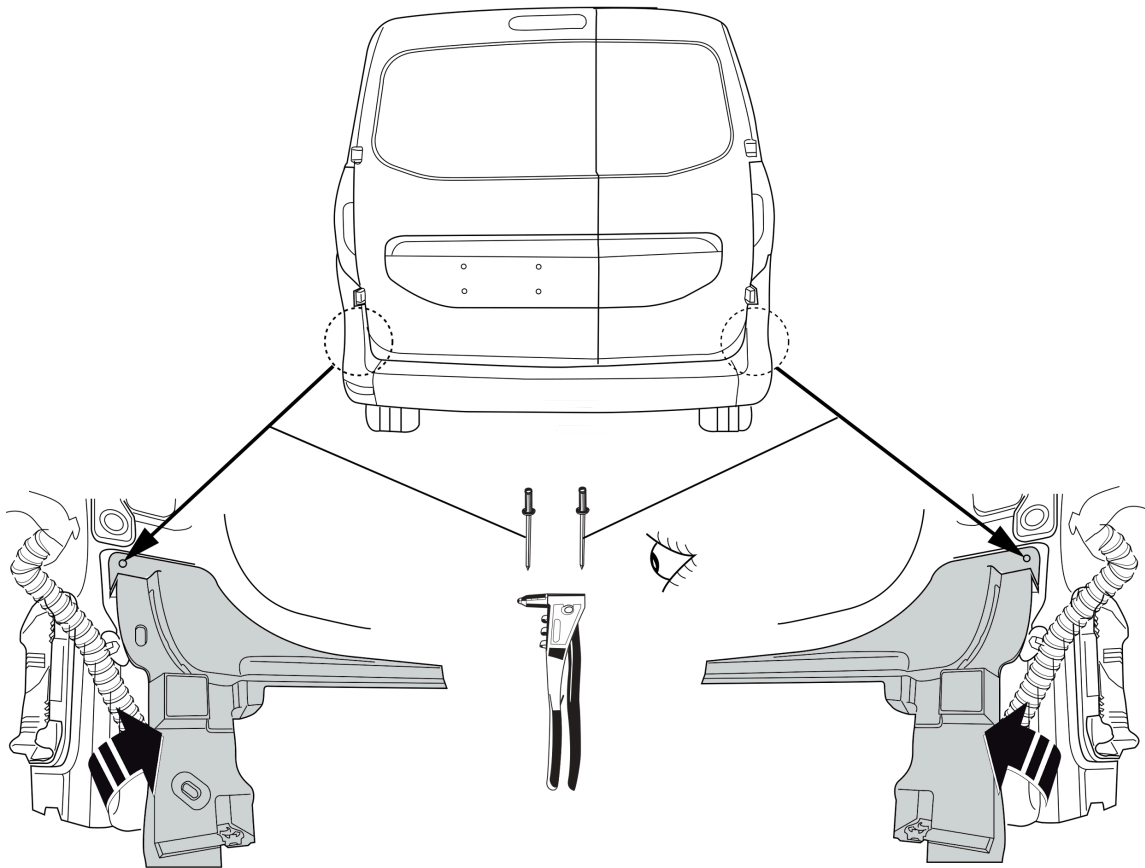

Fig. 3
9. Установить пластмассовые защитные колпаки. См. рис. 3.